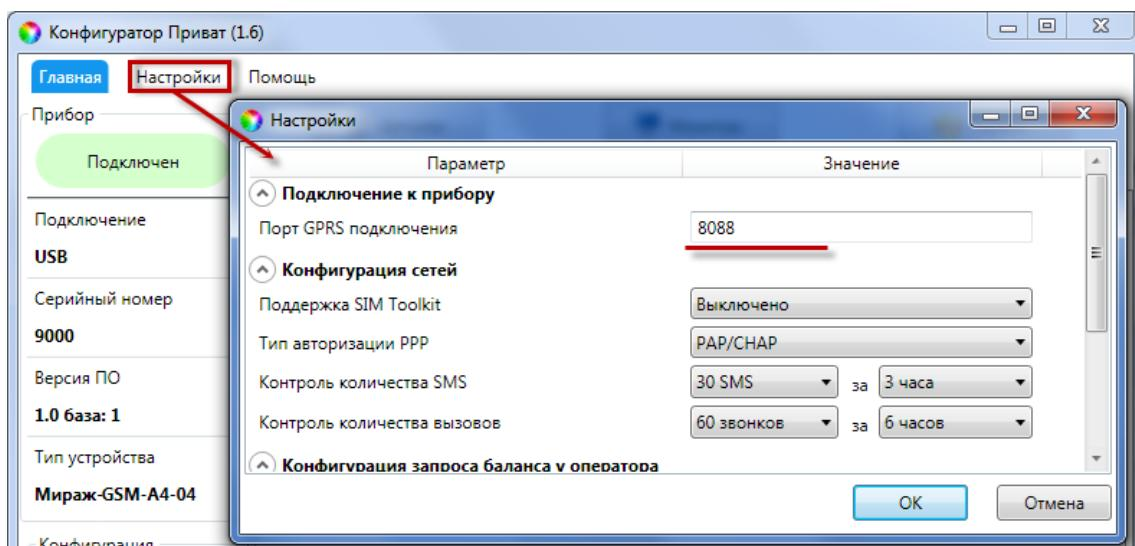

Рисунок 7.13 – Изменение номера TCP/IP-порта для GPRS-подключения
- 3) Укажите TCP/IP-порт, по которому контроллер будет выполнять подключение к программе *Конфигуратор Приват*. Для этого в программе *Конфигуратор Приват* откройте меню *Настройки* и укажите необходимый номер в поле *Порт GPRS-подключения* (см. рисунок 7.13).
В качестве IP-адреса необходимо указать внешний статический IP-адрес компьютера, на котором запущена программа *Конфигуратор Приват*. Время соединения указывается в минутах. Указываемый TCP/IP-порт должен быть открыт для подключения (не заблокирован межсетевым экраном, антивирусным ПО и т. д.) и прописан в настройках программы *Конфигуратор Приват* (см. рисунок 7.13).
При необходимости разорвать GPRS-соединение, не дожидаясь окончания времени, указанного в команде, измените номер порта в окне *Настройки* (см. рисунок 7.13) и нажмите кнопку *OK*.